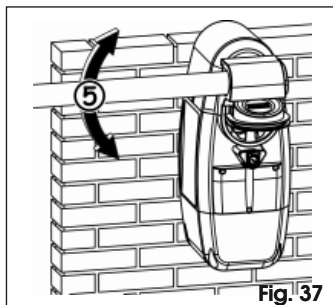

Fig. 37
4. Actionner manuellement la lisse, Fig. 37.